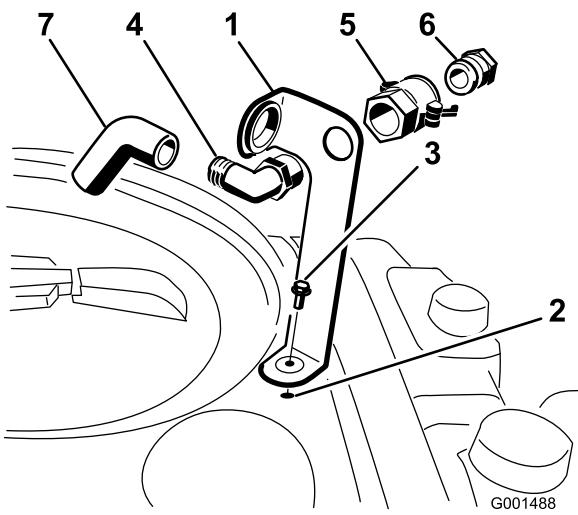

Figure 3
- Placez le support de prise de remplissage au-dessus du trou fileté de la cuve et fixez-le avec un boulon à embase (5/16 x 3/4 pouce) (Figure 3).
- Passez l'extrémité filetée du raccord coudé dans le trou du support et vissez-y le raccord rapide pour le fixer au support (Figure 3).
- Raccordez l'adaptateur de flexible au raccord rapide (Figure 3).
- Bloquez l'adaptateur en place en basculant les leviers vers l'adaptateur puis en les fixant en position avec les goupilles fendues (Figure 3).
- Placez le flexible anti-siphonnement dans la grande ouverture du support et sur l'extrémité cannelée du raccord coudé 90 degrés (Figure 3).